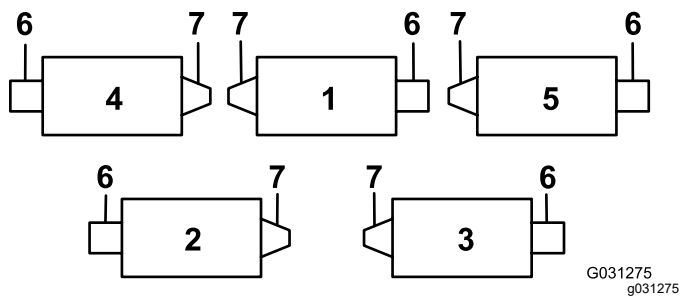
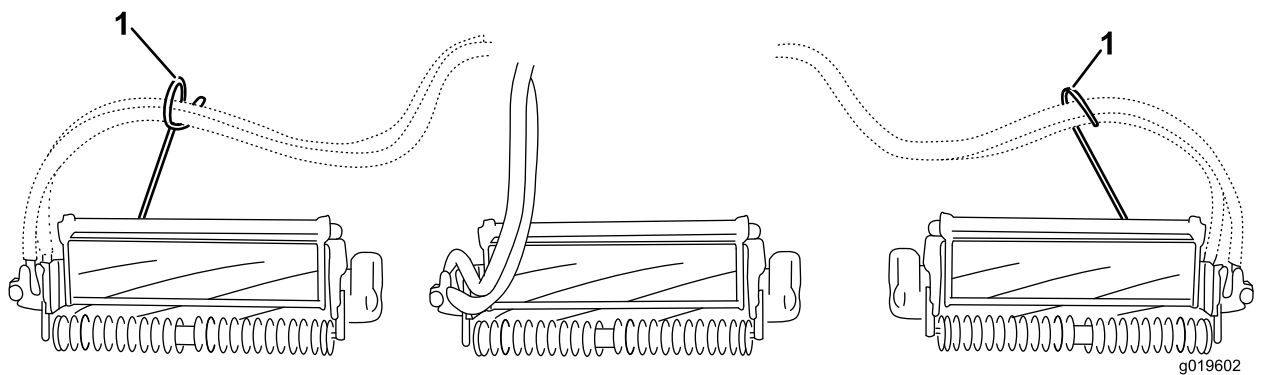
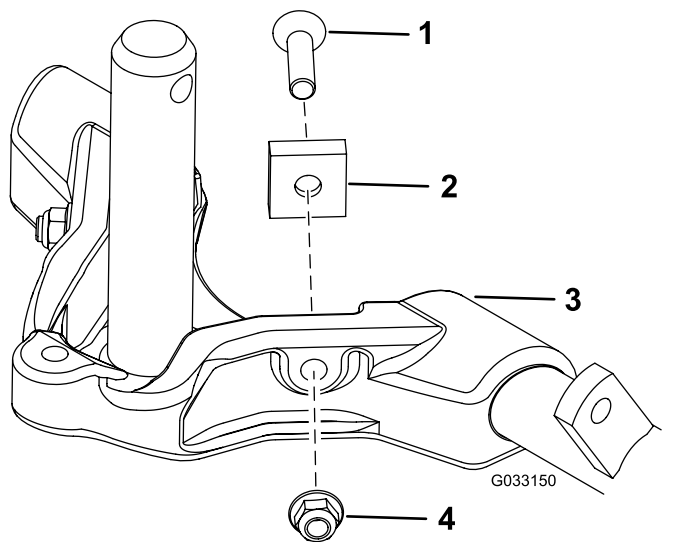

図 12
図 14
図 15
重要 4番左前カッティングユニットと、5番右前カッティングユニットでは、ロッドブラケット取り付けナットを使って、各ユニットのタブの前にホースガイドを取り付ける。ホースガイドは、中央カッティングユニットに向かって傾斜するのが正しい(図12-図14)。
7. 後ろのカッティングユニット2番と3番のキャリアフレームから、ピボットスペーサ、六角ソケットねじ、およびフランジロックナット各2 [図 15] を取り外すことにより、これらのカッティングユニットの首振り追従性能を向上させることができます [図 12]。